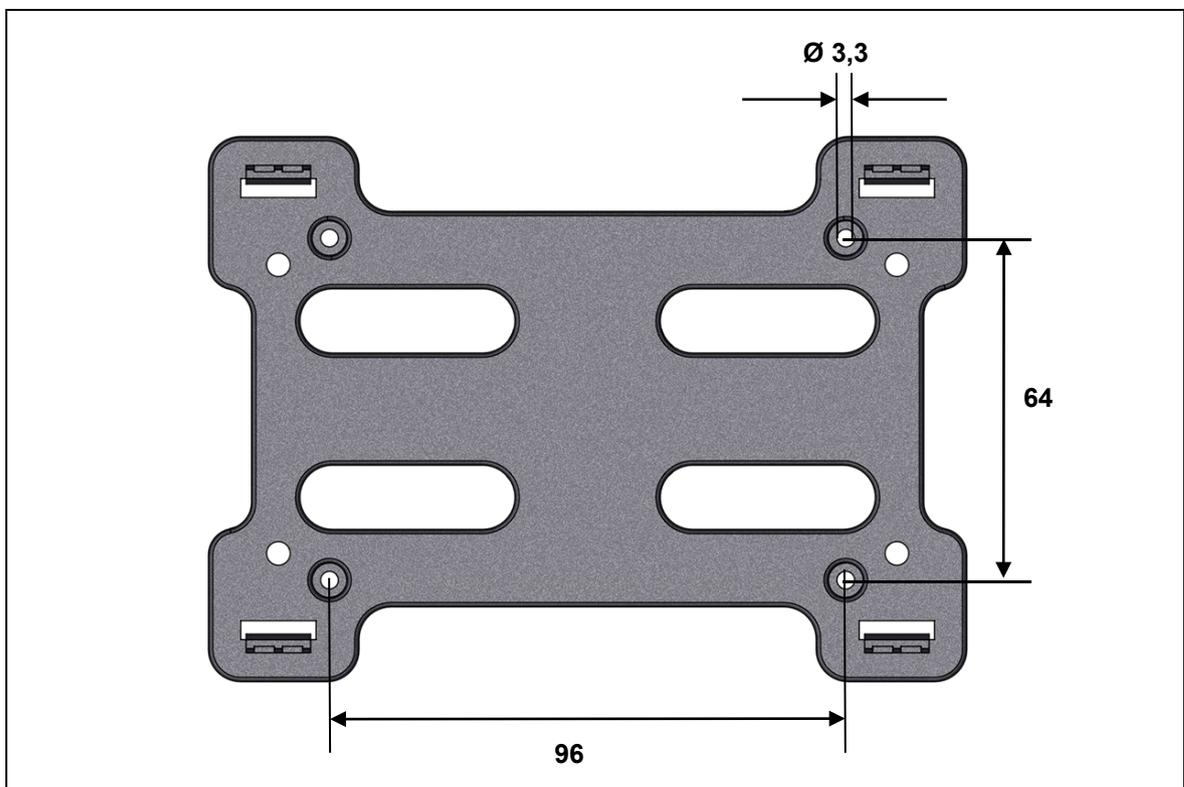
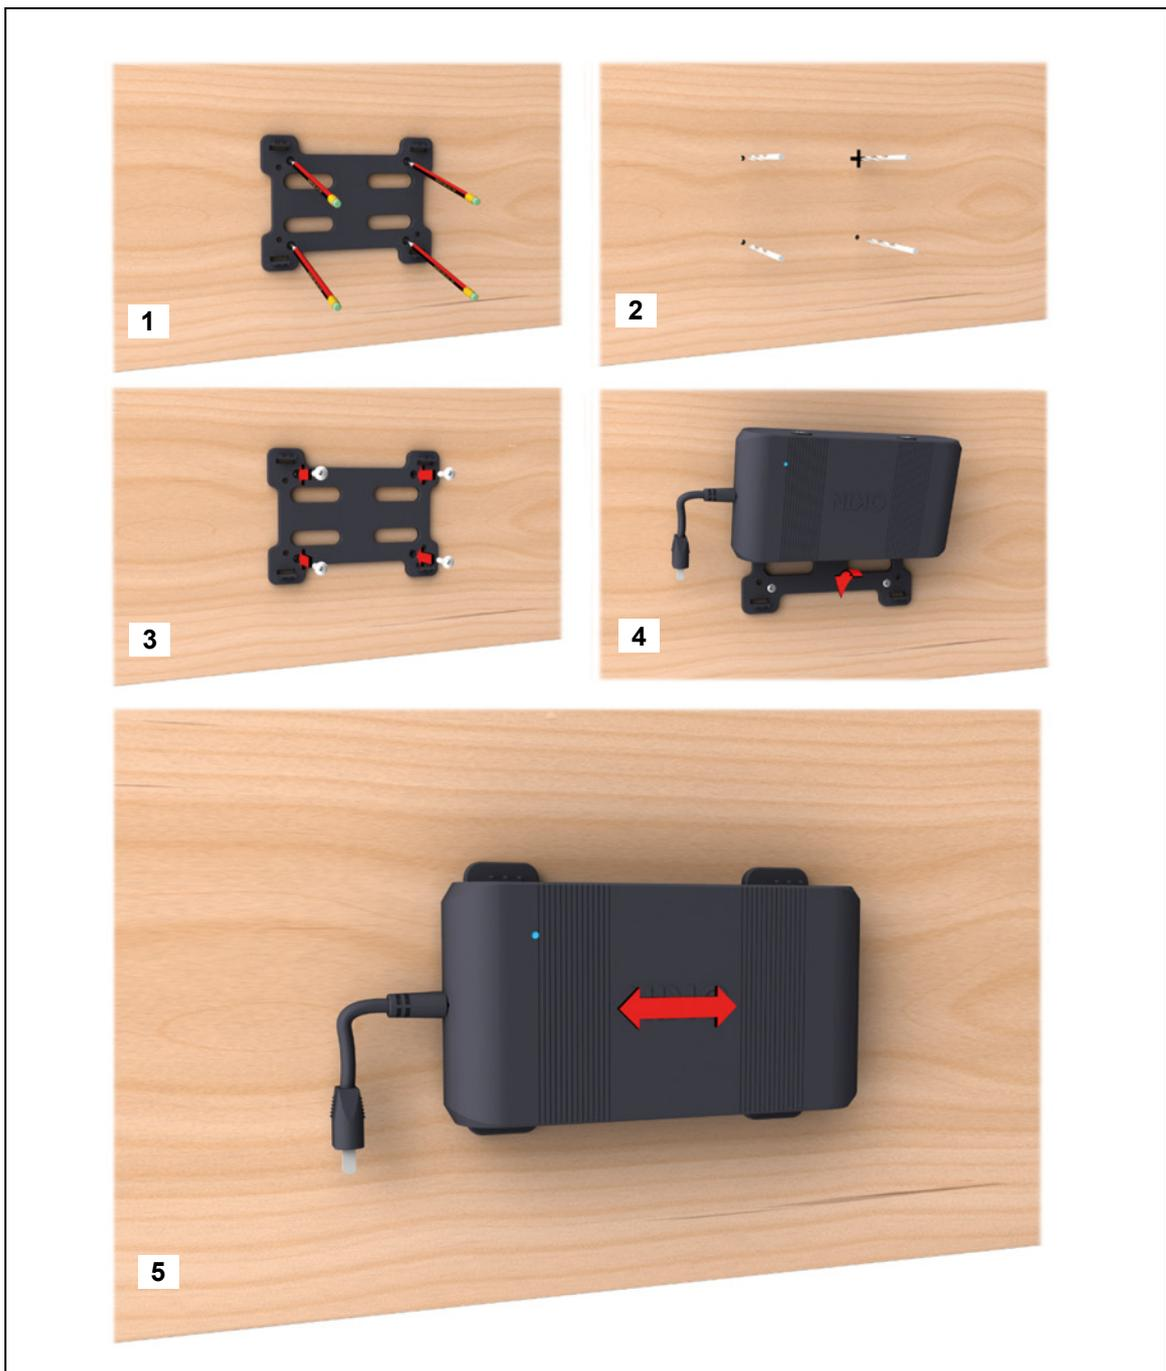

Abbildung 7 Bohrmaße (Beispiel): Befestigungspunkte an der Montageplatte (Angaben in mm)
Abbildung 8 Montage der der Montageplatte und Befestigung der CU165
- Die in Abbildung 7 angegebenen Bohrmaße der Montageplatte sind nur ein Beispiel und erheben keinen Anspruch auf Verbindlichkeit.
Schrauben Sie die Steuerung an die Applikation (wie in Abbildung 8 gezeigt). Benutzen Sie dazu die in Abbildung 7 gezeigten Befestigungslöcher in der der Steuerung. Verwenden Sie Schrauben nach DIN EN ISO 7049 mit max. Ø 2,9 mm und geeigneter Länge (5 mm + Einschraubtiefe in die Applikation, Schraubenkopf: Ø 5,6 mm).